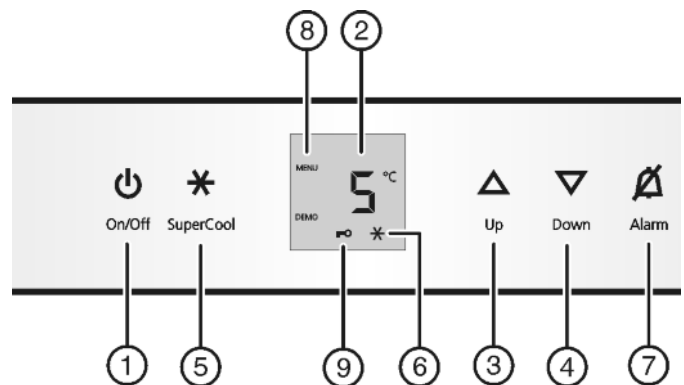

Fig. 2
- ▶ Натисніть клавішу On/Off Fig. 2 (1).
- ▶ Вмикання режиму настройки: натисніть клавішу SuperCool Fig. 2 (5) і утримуйте близько 5 секунд.
- ▷ Світиться символ "Меню" Fig. 2 (8).
- ▶ Для підтвердження натисніть і швидко відпустіть клавішу SuperCool Fig. 2 (5).
- ▶ Для увімкнення функції захисту натисніть і швидко відпустіть клавішу SuperCool Fig. 2 (5).
- ▷ Світиться символ "Функція захисту" Fig. 2 (9). На індикаторі блимає **с**.
- ▶ Для вимкнення функції захисту натисніть і швидко відпустіть клавішу SuperCool Fig. 2 (5).
- ▷ Гасне символ функції захисту Fig. 2 (9). На індикаторі блимає **с**.
- ▶ Вихід з режиму настройки: Натисніть клавішу On/Off Fig. 2 (1).
- ▶ натисніть сигнальну клавішу Alarm Fig. 2 (7).
- ▶ Налаштування більш високої температури: Натисніть клавішу Up Fig. 2 (3).
- ▶ Налаштування більш низької температури: Натисніть клавішу Down Fig. 2 (4).
- ▶ натисніть і швидко відпустіть клавішу SuperCool Fig. 2 (5).
- ▷ Світиться символ SuperCool Fig. 2 (6).
- ▷ Вимикається символ SuperCool Fig. 2 (6).